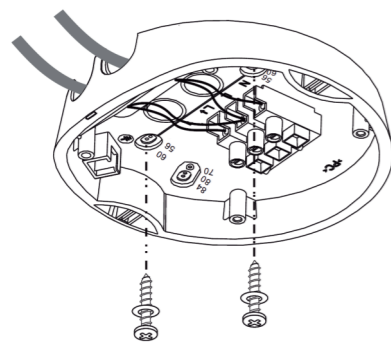

Figure 11
3.4.1.5 Choisissez la bonne percée afin de monter la partie inférieure au plafond avec deux vis. (Voir figure 11).